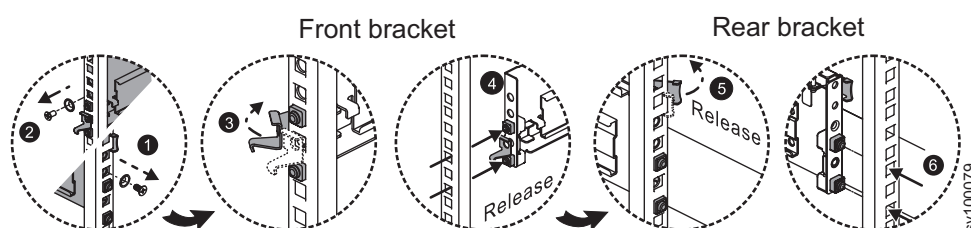

Figura 37. Removendo os trilhos deslizantes
2. Remova os trilhos deslizantes, conforme mostrado em Figura 37.